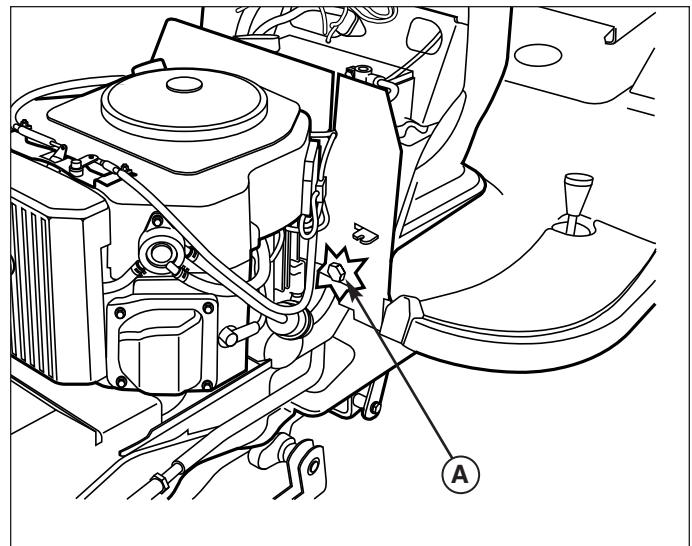

Figure 40. Réglage de l'aide au relevage manuel
1. Repérer le boulon de réglage (A, Figure 40) dans le coin en bas à gauche de la cloison du compartiment moteur.
2. Faire tourner le boulon (A) à droite pour augmenter l'aide. Faire tourner le boulon (A) à gauche pour la diminuer.